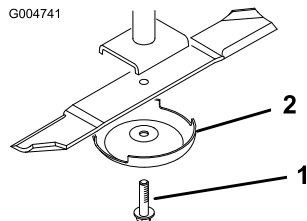

Figura 91
2. Fixe a extremidade da lâmina utilizando um pedaço de tecido ou uma luva grossa. Retire o parafuso da lâmina, o recipiente anti-danos e a lâmina do eixo (Figura 91).